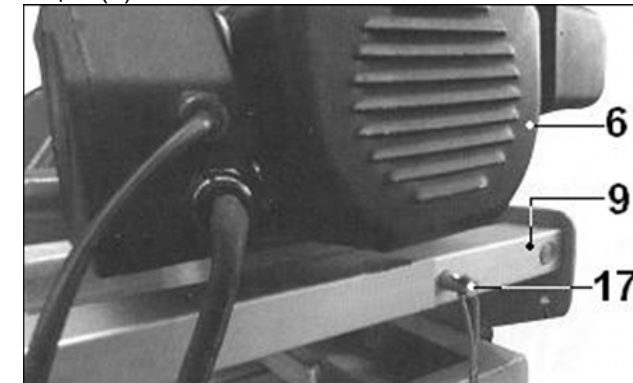

Рис. 3
8. ТРАНСПОРТНОЕ ПОЛОЖЕНИЕ (Рис. 3)